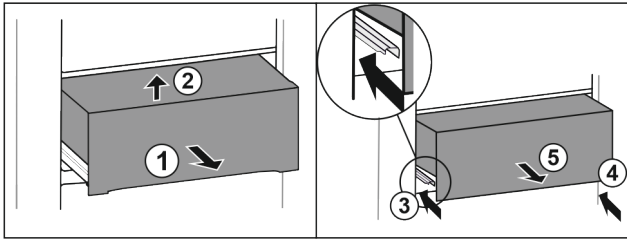

Fig. 32
- ▶ Изтеглетe чекмеджето наполовина. Fig. 32 (1)
- ▶ Повдигнете чекмеджето отпред. Fig. 32 (2)
- ▶ Вкарайте лявата релса. Fig. 32 (3)
- ▶ Вкарайте дясната релса. Fig. 32 (4)
- ▶ Извадете чекмеджето напред. Fig. 32 (5)